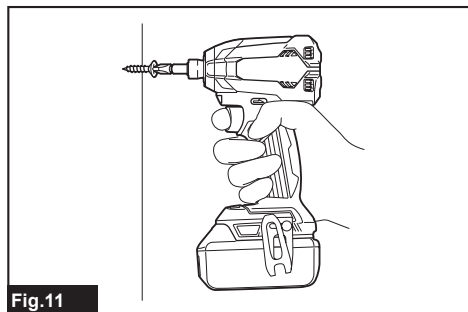

Fig.11
► **Рис.11:** 1. Держатель насадок для отвертки 2. Насадка для отвертки